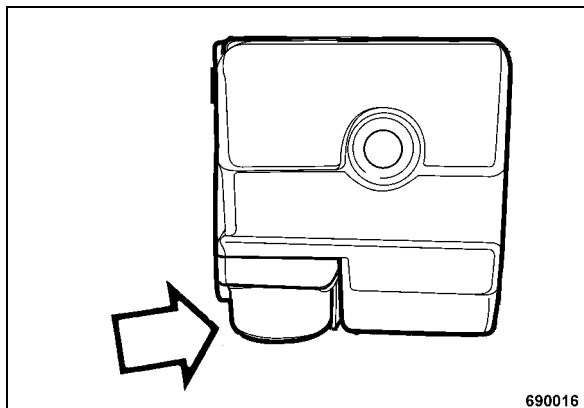

рис. 39
- Проверить на предмет загрязнения и засорения фильтр грубой очистки, при необходимости, очистить (рис. 39).